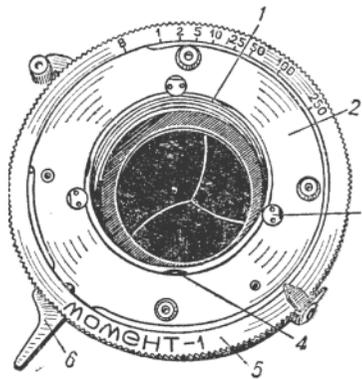
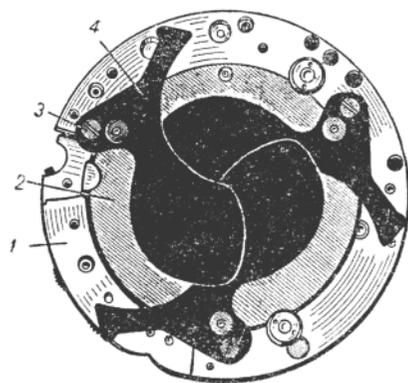

Рис. 35. Затвор «Момент-1».
Рис. 37. Основание затвора и лепестки.
Спуск затвора производится поворотом рычага 6 (рис. 35), который приводится в действие специальным механизмом, состоящим из целой системы рычагов. Механизм состоит из спусковой кнопки 12 (рис. 33,а),
вает спусковой рычаг 6 затвора (рис. 35). После спуска затвора Система рычагов под действием пружины 2 (рис. 34) возвращается в исходное положение.
3. **Спуск затвора не происходит,** хотя система механизма спуска работает правильно. В первую очередь, нужно проверить исправность затвора. Для этого производят спуск затвора, поворачивая пальцем рычаг 6 (рис. 35). Если затвор исправен, значит механизм спуска, а точнее плато 4 (рис. 34) не поворачивает рычаг 6 (рис. 35) на столько, сколько необходимо для спуска затвора. Рычаг 6 нужно повернуть на определенный угол, иначе спуск затвора не произойдет.
Затвор крепится к объективной панели гайкой и штифтом. Если крепежная гайка Ослабевает и затвор незначительно смещается, то плато 4 (рис. 34) не может выжать до необходимого положения спусковой рычаг 6 затвора (рис. 35), а он недостаточно поворачивает собачку 6 (рис. 36,а).
Если затвор не сместился и хорошо укреплен, а спуск не происходит, следовательно, деформировалось плечо рычага 6 (рис. 35). В этом случае нужно разобрать лицевую сторону затвора и устранить деформацию рычага. Однако это трудоемкая работа, после которой необходима юстировка объектива и дальномера. Поэтому можно (очень осторожно) подогнуть плоскогубцами конец рычага 6 в направлении плато 4 (рис. 34),
Удалив все детали, относящиеся к объективу и дальномеру, приступают к разборке затвора. Механизм затвора заключен в корпус и закрыт сверху круглой накладкой 2 (рис. 35). Чтобы снять ее, нужно открыть три замка 3, повернув их в любую сторону ключом или пинцетом. Затем накладку поворачивают до совмещения ее выступов (их три) с пазами 4 и снимают ее. Кольцо 5 предназначено для установки необходимой выдержки.
При снятом кольце 5 видны все основные детали затвора (рис. 36,а). На тубусе основания затвора надето заводное кольцо 2 с рукояткой. На кольце имеются заводная пружина 7 (более отчетливо она видна на рис. 36,в) и подвижный рычаг 12 (рис. 36,в). Механизм замедления 5 (рис. 36,а) укреплен тремя винтами на осях установлены спусковой рычаг 9 с двумя вырезами, спиральная пружина 11 и рычаг 10'; одним винтом укреплен кронштейн с собачкой 6; на оси расположена кулиса 1; винтом укреплен рычаг S; с обратной стороны механизма (см. рис. 37) установлено кольцо-кулиса и лепестки затвора 4.
Лепестки затвора поворачиваются на осях-винтах уступами 3 (рис. 37). На каждом лепестке есть штифт, который входит в шлиц кольца-кулисы 2. При повороте кольца-кулисы на $5-7^\circ$ лепестки затвора полностью открываются.
Кольцо-кулиса 2 связана с кулисой 1 (рис. 36,а) механизма затвора с помощью пальца, который проходит через отверстие в основании затвора 1 (рис. 37, отверстие овальной формы показано на рис. 36,в). Кулиса 1 (рис. 36,а) имеет два плеча к поворачивается на оси. На узкое плечо опирается тонкая пружина из струны. Если взять пальцем за узкое плечо кулисы 1 и повернуть ее, повернутся и откроются лепестки затвора; если освободить кулису, лепестки закроются. Эту же работу выполняет кольцо 2. Чем быстрее движется кольцо, тем скорее поворачиваются лепестки затвора.
Полная разборка затвора проводится в следующей последовательности: открывают замки 3 (рис. 35), снимают накладку 2 и кольцо выдержек 5; освобождают пружину 7 (рис. 36,а) и снимают заводное кольцо 2; спусковой рычаг 9; рычаг 10; пружину 11; затем отвинчивают три винта на задней стороне корпуса и вынимают внутренний корпус 1 (рис. 37), на котором крепятся все перечисленные выше
деформировались головки винтов крепления кольца кулисы 2 (рис. 37) и ее движение затрудняется;